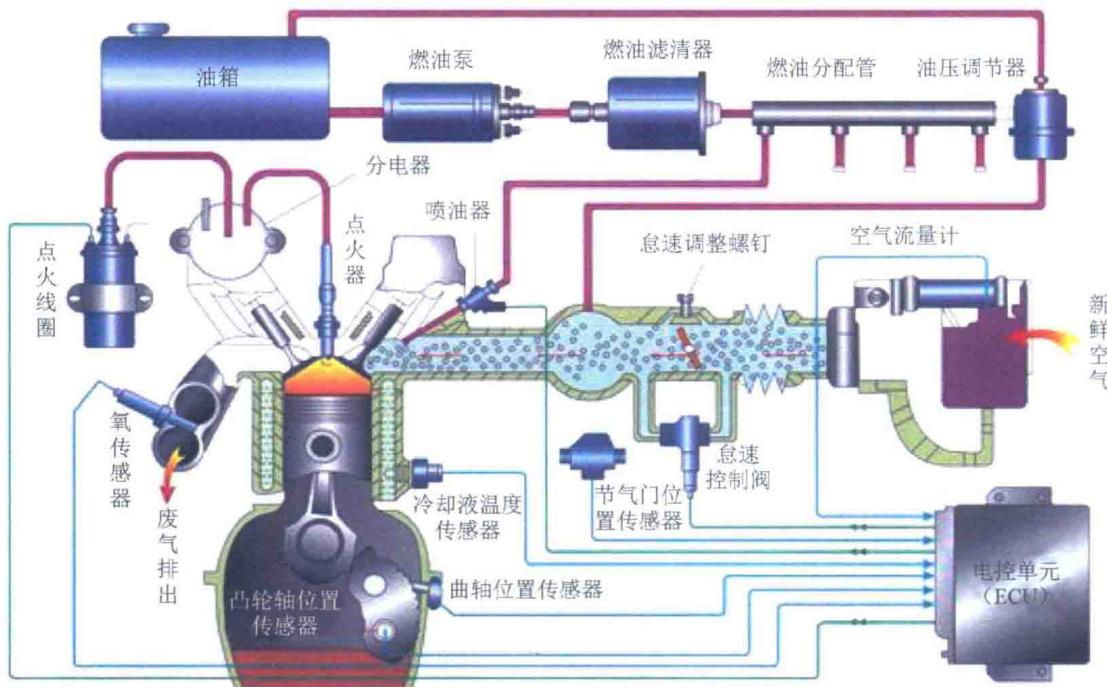

图 0-13 电子控制式燃油喷射系统
- (1) 机械控制式 (K型) 燃油喷射系统：已淘汰。
- (2) 机电结合控制式 (KE型) 燃油喷射系统：已淘汰。
- (3) 电子控制式燃油喷射系统：由 ECU 控制燃油连续喷射，如图 0-13 所示。现代汽车普遍采用该形式。